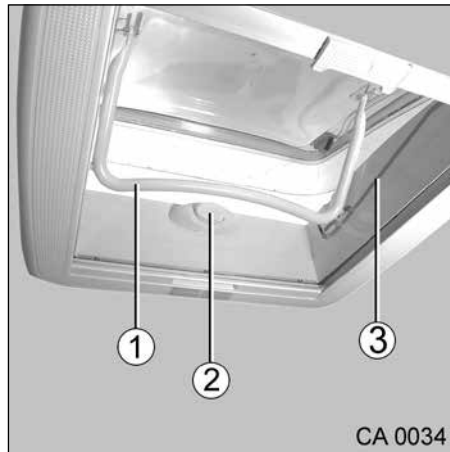

Fig. 12 Mini-Heki
1. Tryck in spärren (Fig. 12, pos. 2) samtidigt som du drar bygeln (Fig. 12, pos. 1) nedåt, förbi spärren (Fig. 12, pos. 2) i spåret (Fig. 12, pos. 3).
1. Dra bygeln (Fig. 12, pos. 1) nedåt för att stänga takluckan.
2. Lås bygeln (Fig. 12, pos. 1) med hjälp av spärren (Fig. 12, pos. 2).